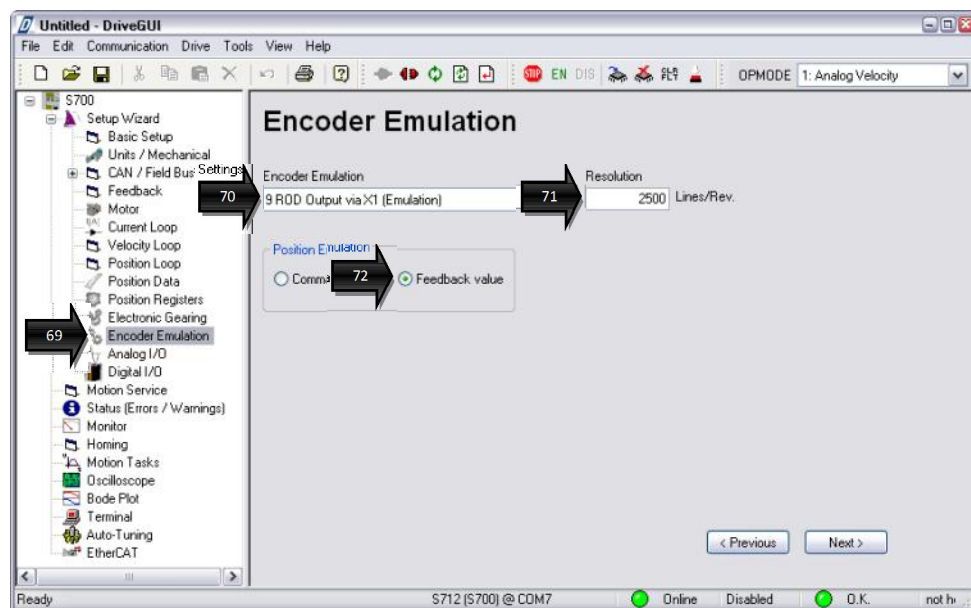

Рисунок 26 – Окно «Encoder Emulation»
5.14 В окне «Encoder Emulation»⁶⁹ (рис. 26) выполняется настройка трансляции сигнала датчика скорости в ЧПУ.